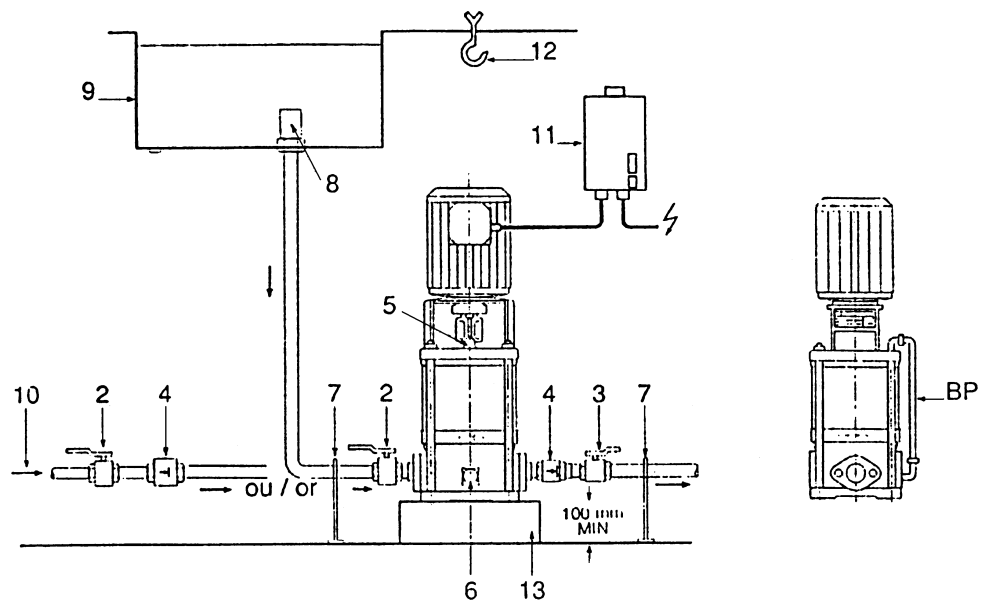

Рис. 2
- Устанавливайте насос таким образом, чтобы обеспечить свободное место для доступа при разборке, ремонте и демонтаже. Устанавливайте перпендикулярно на жестком и тяжелом бетонном фундаменте (рис. 2, 3). Предусмотрите виброизолирующие прокладки между фундаментом и полом.
- Используйте грузоподъемные механизмы (рис. 2, поз. 12). Рекомендуется предусмотреть грузовую балку над местом монтажа насосов. Данные о массе насосов указаны в каталоге.
- Подсоедините всасывающий и напорный патрубки, избегая напряжений. Далее установите виброгасящие компенсаторы или избегайте протяженных участков трубопровода для снижения уровня вибрации. Трубы должны крепиться к основанию, чтобы их вес не передавался на насос (рис. 2, поз. 7).
- Запорные устройства (рис. 2, поз. 2 и 3) должны быть установлены на входе и выходе насоса, чтобы избежать необходимости опорожнения и повторного заполнения системы в случае демонтажа/замены насоса.
- На выходе насоса должен быть установлен обратный клапан (рис. 2, поз. 4)
- В случае прямого подключения к коммунальной сети водопровода для питьевой воды всасывающий патрубок также должен быть оснащен обратным клапаном (рис. 2, поз. 4) и запорным вентилем (рис. 2, поз. 2)
- Если забор воды производится из резервуара, необходимо установить фильтр на всасывающей магистрали (рис. 2, поз. 8), чтобы предотвратить попадание загрязнений в насос.
- При работе с горячими или загазованными средами должна быть установлена перепускная трубка (рис. 2, поз. BP) - принадлежность
- Закрывать оба запорных вентиля (перед насосом и после него) и отвернуть винт (рис. 2, поз. 5) для дренажа воздуха из насоса на полтора-два оборота.
- Медленно открыть запорный вентиль (рис. 2, поз. 2) на входе в насос пока воздух из насоса не выйдет полностью и из дренажного отверстия не начнет сочиться вода. Заверните винт.
Если место установки не защищено от замерзания, то в холодное время года необходимо слить воду из насоса и трубопроводов. Для этого закрыть запорные вентили и открыть сливное отверстие (рис.2, Поз. 6) и винт для дренажа воздуха (рис. 2, Поз. 5).